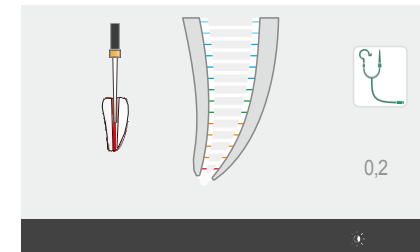

Abb. 16 M1-Schnittstelle
- Die Bewegung der Feile im Wurzelkanal wird auf der linken Seite des Arbeitsbereichs auf dem Bildschirm angezeigt (Abb. 16).